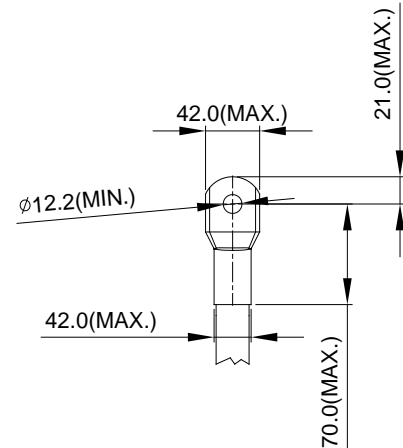

Рис. 3
- На рис. 3 и Рис. 4 дана спецификация термоусадочной трубки в соответствии с UL (600С, YDPU2).